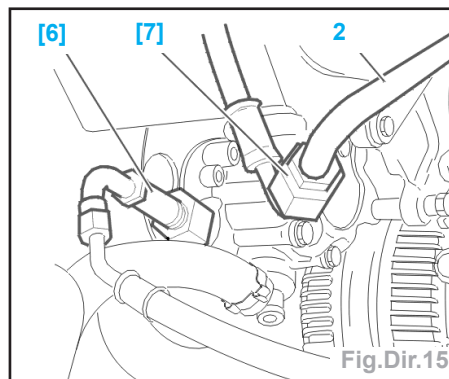

Fig.Dir.15
- Dévisser le tuyau haute pression (2) (Fig.Dir.15).
- Ecarter le tuyau haute pression (2).
- Visser le raccord [7] sur le tuyau (2).